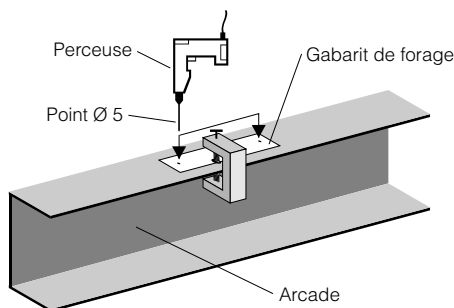

Fig. 2
1. Fixer avec un étau le gabarit de forage fourni (Fig.2).
2. Perforer avec une pointe d'un diamètre de 5 mm (Fig.2).